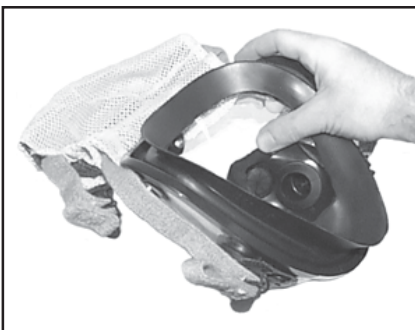

FIGURA 6
10. Verifique que la copa nasal está correctamente asentada entre los rebordes de los ductos del amplificador de voz. Véase la FIGURA 6.